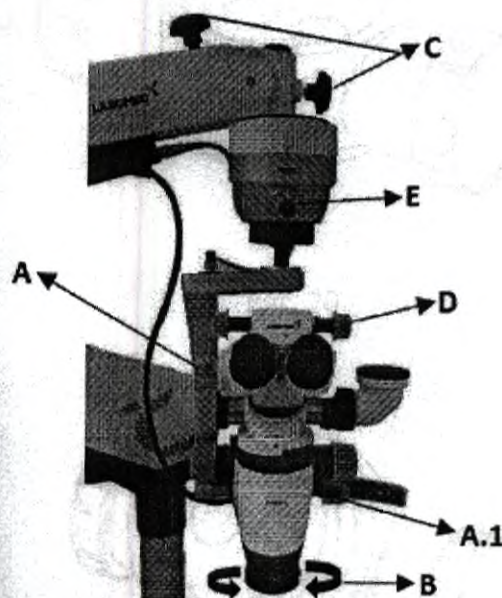

Рис. 18
- Отрегулируйте положение наклонного плеча при помощи муфт, обозначенных (А) и (А.1), чтобы создать необходимое поле обзора, смотрите рисунок 18.
- Требуемое рабочее расстояние может быть обеспечено за счет вращения кольца, отмеченного как (В), на объективе. Точная фокусировка может быть осуществлена этим же кольцом, смотрите рисунок 18.
- После фокусировки, заблокируйте движение поворотного плеча, подвесного плеча и наклонного плеча используя ручки блокировки, отмеченные как (С), смотрите рисунок 18.
- Настройте межзрачковое расстояние окуляров при помощи ручки регулировки, ручка регулировки отмечена как (D), смотрите рисунок 18.